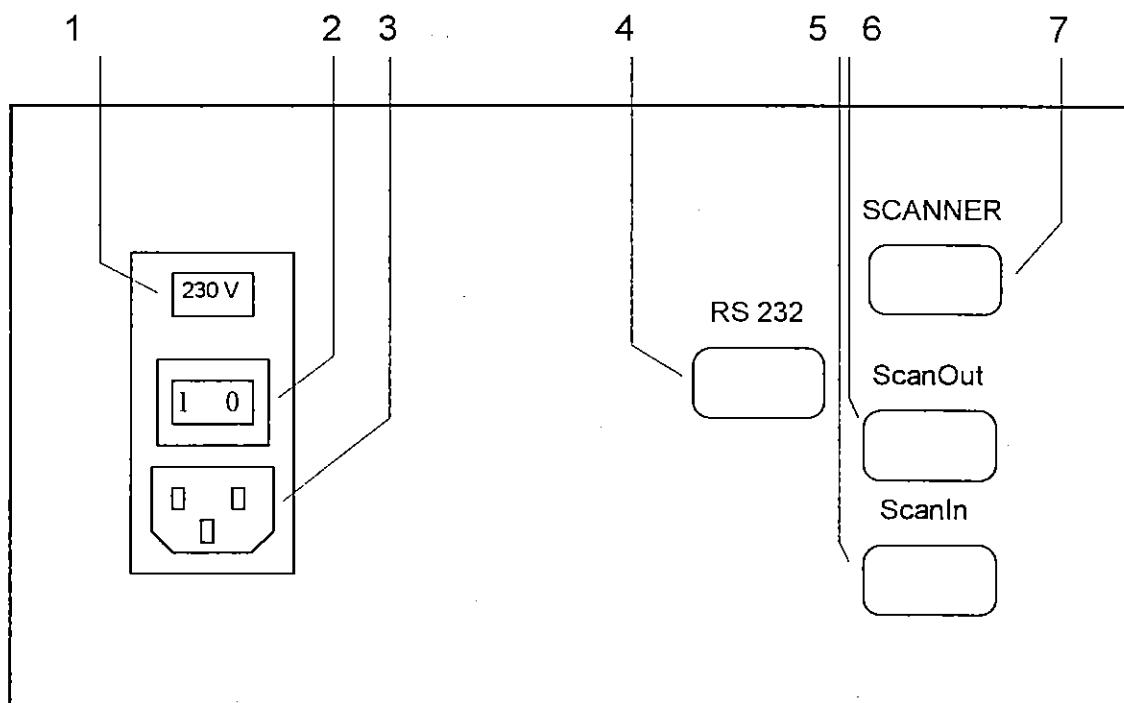

Bild 5.2: Rückwand des Meßgerätes
2. Abdeckung oberhalb des Netzsteckers mit kleinem Schlitzschraubendreher ohne Gewaltanwendung öffnen. Hierzu den Schraubendreher von oben in die Aussparung über der Spannungsanzeige einführen und dann leicht drehen. (siehe Bild 5.2)
5. Sicherungshalter so einschieben, daß die gewünschte Netzspannung lesbar ist (siehe Bild 5.2).
In Bild 5.2 erkennt man die im folgenden erläuterten Elemente.
Der Stecker für die serielle Schnittstelle (Nummer 4 in Bild 5.2) hat die folgende Belegung: